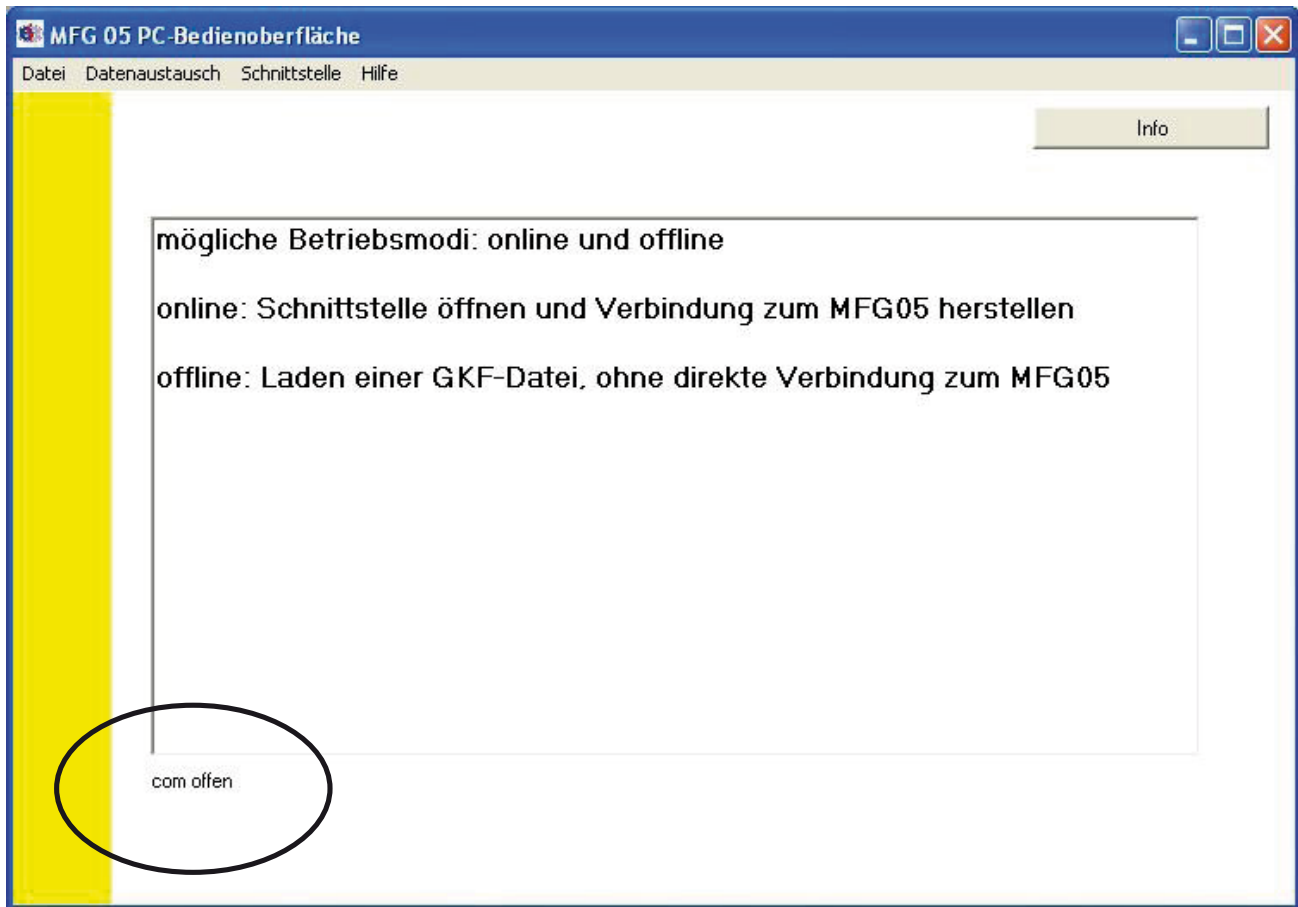

Abbildung 30 MFG Control Bedienoberfläche
Nach dem erfolgreichen Verbindungsaufbau erscheint unten links die Meldung auf der MFG 05 Bedienoberfläche „com offen“ (siehe Abbildung 30 MFG Control Bedienoberfläche). Mit der Aktion im das Menü „Schnittstelle -> Verbindsaufbau“ wird die Konfiguration des MFG 05 zum MFG Control übertragen. War das Auslesen der Grundkonfiguration erfolgreich, wechselt die Anzeige im MFG Control und lädt die folgende Oberfläche:
Zum Verändern der Werte, muss in das entsprechende Feld der neue Wert eingegeben werden. Sogleich wird der Schriftzug neben dem veränderten Wert rot hinterlegt (2) (hier Max Messkanal 1). Zum Übertragen des Wertes auf das rot hinterlegte Feld klicken und der neue Wert wird zum MFG 05 übertragen (siehe Abbildung 30).